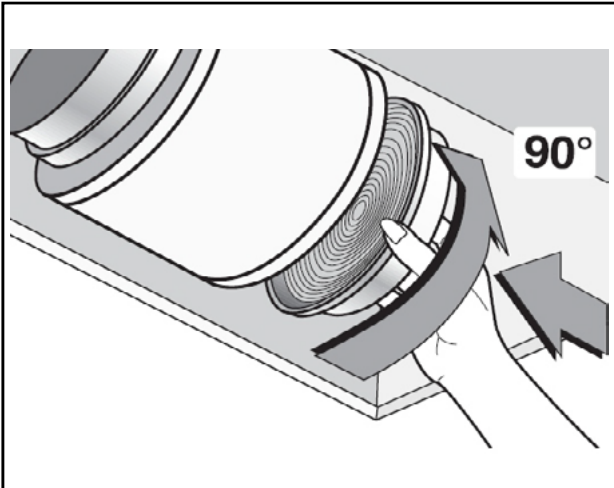

Fig.6
- Si en su instalación no dispone de agujero de descarga al exterior, debe solicitar al vendedor los dos filtros de carbón activo circulares, los cuales son contemplados como accesorio y no están incluidos de serie. Para el montaje de los mismos, véase **Fig.6**.